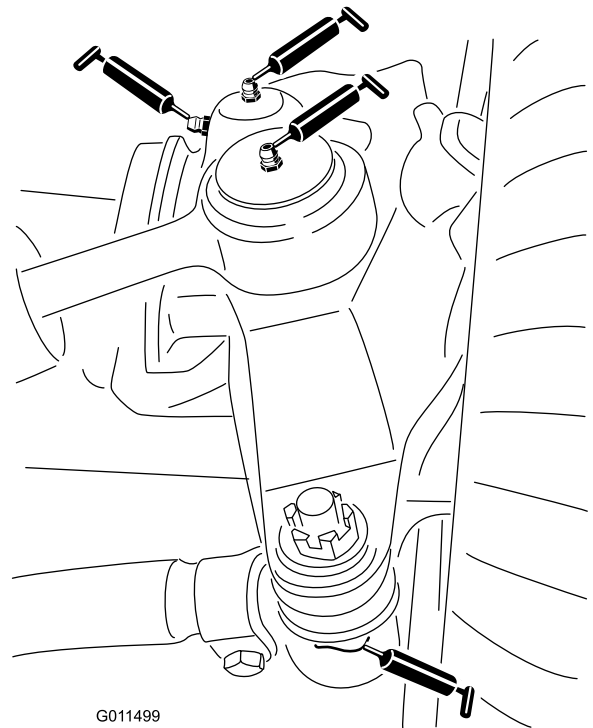

Figura 63
- Rótulas de los cilindros de dirección (2) (Figura 63)
- Rótulas de las barras de acoplamiento (2) (Figura 63)
- Casquillos de los pivotes de dirección (2) (Figura 63).